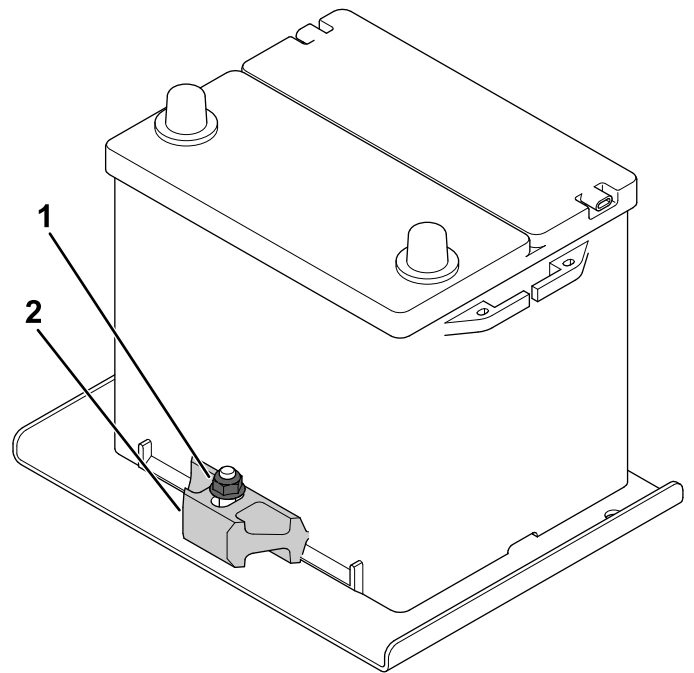

Bild 95
2. Lösen Sie die Sicherungsmutter des Batteriehalters und nehmen Sie die Batterie aus dem Fach (Bild 95).
1. Legen Sie die Batterie auf das Batteriefach und befestigen Sie die Batterie an der Halterung, indem Sie die Sicherungsmutter (Bild 95) anziehen.